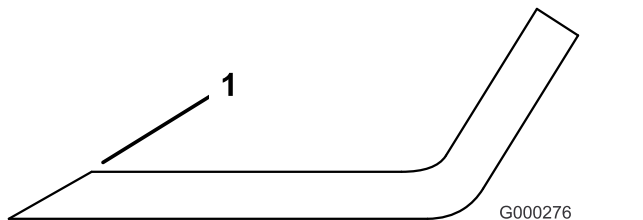

Figura 110
- Utilice una lima para afilar el filo de corte en ambos extremos de la cuchilla (Figura 110).
**Nota:** Si la cuchilla no está equilibrada, rebaje algo el metal en la parte de la vela solamente (Figura 110).